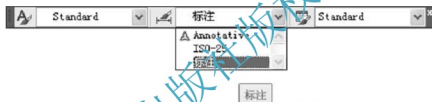

图 3.33 在【样式】工具栏中设定当前标注样式
(3) 在【样式】工具栏中设置当前标注样式,如图 3.33 所示。